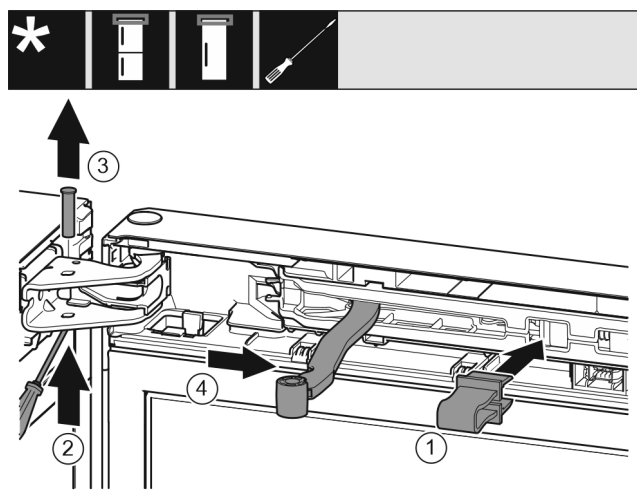

Fig. 9
- Kapni siguresën Fig. 9 (1) në vrimën përkatëse.
- Zhvidhosni bulonin Fig. 9 (2).
- Nxirreni jashtë bulonin Fig. 9 (3) duke e ngritur lart.
- Ktheni menteshën Fig. 9 (4) në drejtimin e derës.